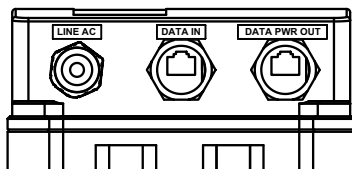

Fig 2
4. Raccorder le câble Ethernet au DATA IN. Voir Fig 2.